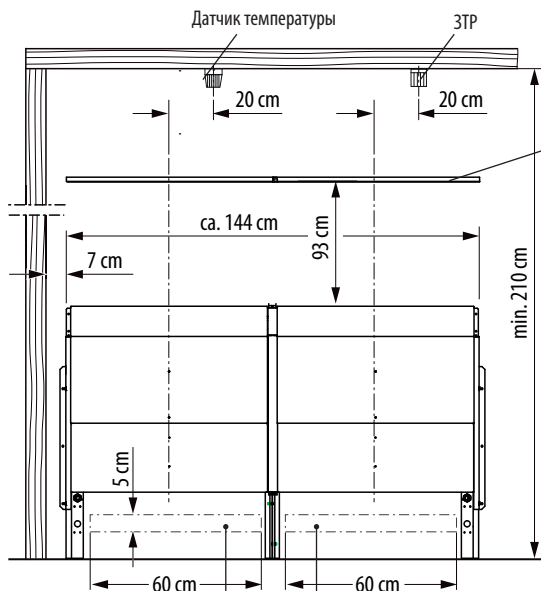

Рис. 1
Минимальный размер вентиляции (приток и отток)	2х 60 х 5 см (Рис. 1)
Внутренняя высота кабины сауны должна быть не менее 2,10 м (рис. 1).
Расстояние от печи для сауны до передней деревянной стенки / полки или других предметов из воспламеняющихся материалов должно соответствовать показанному на рис. 1 + 2.
Входящая в объем поставки защитная решетка устанавливается над печью для сауны между перегородкой и задней стенкой сауны по верхней кромке перегородки (рис. 1 + 2).
Кроме того, необходимо установить защитное тепловое реле (ЗТР) согласно рис. 1 и 2.
Теперь разместить печь сауны в сборе в соответствии с расположением отверстий для приточного воздуха (рис. 1) на предусмотренной для этого монтажной стенке. Зафиксировать печь для сауны входящими в объем поставки шурупами для ДСП (4) на обеих боковых частях слева и справа, а также на предохранительном уголке в центре сверху.
Когда печь закреплена на монтажной стенке и установлены желоба для поливания камней, с внутренней стороны кабины можно установить стенку шахты. При этом необходимо обеспечить минимальные расстояния согласно рис. 1 и 2.
Проследить за правильностью установки защитной сетки над печью сауны согласно рис. 1 и 2. Соблюдать безопасные расстояния. **Опасность пожара!**